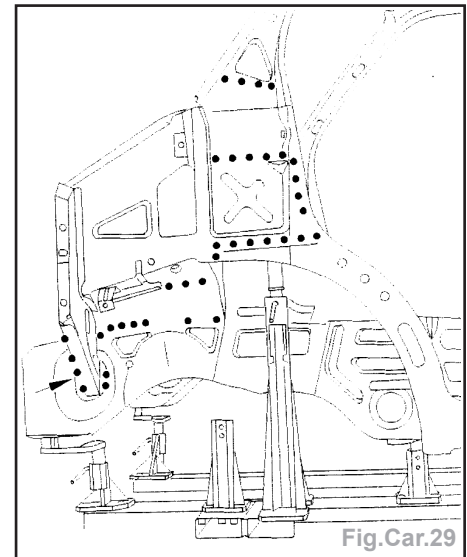

Fig.Car.29
- Poser la doublure d'aile AV, souder par points électriques, par points bouchon MAG et meuler les points de soudure (Fig.Car.29).